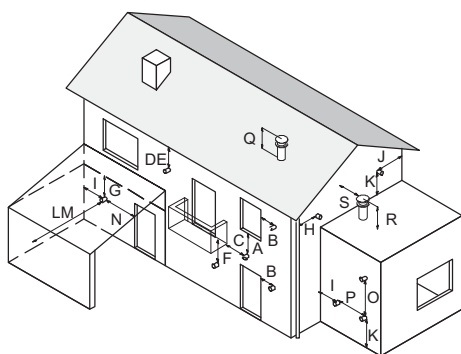

Fig. 5.17
- y deben respetar las distancias mínimas indicadas en la Fig. 5.17 y las normas nacionales y locales vigentes.